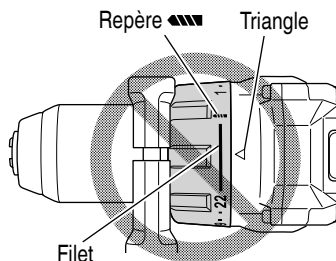

Fig. 16
- N'utilisez pas l'outil avec le sélecteur de débrayage positionné entre le chiffre "22" et la ligne au centre du symbole du foret "▲", vous risqueriez de l'endommager (Voir Fig. 16).